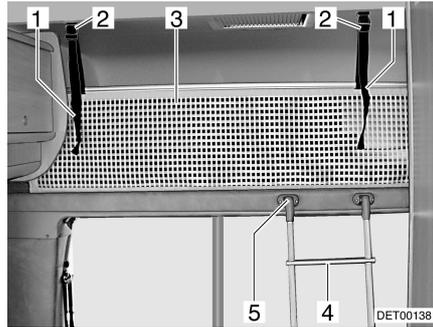

Bild 35 Alkovenbett
Zum Besteigen des Alkovenbetts die serienmäßig beigelegte Aufstiegsleiter (Bild 35,4) benutzen.
- Leiter mit den Holmen in Halterung (Bild 35,5) an der Alkovenblende einhängen.
Das Sicherungsnetz (Bild 35,3) ist serienmäßig zwischen Matratze und Lattenrost verstaut. Das Sicherungsnetz erst aufspannen, wenn sich die Personen bereits im Alkoven befinden.
- Haltebänder (Bild 35,1) in Halterungen an der Decke (Bild 35,2) einrasten lassen.